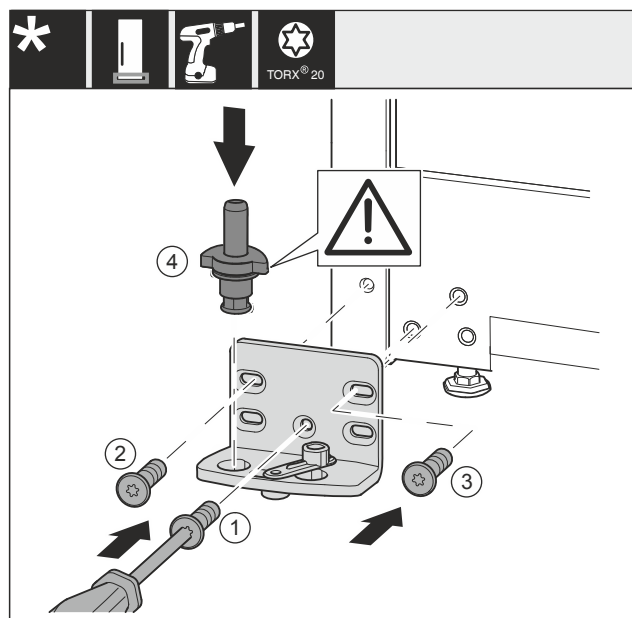

Fig. 38 *
- Coloque el soporte del cojinete en el otro lado y atorníllelo con un destornillador. Comience con el Fig. 38 (1) en la parte inferior central.*
- Atornille el tornillo Fig. 38 (2) y el Fig. 38 (3).*
- Inserte completamente los pernos del cojinete Fig. 38 (4). Asegúrese de que la leva de bloqueo apunte hacia atrás.*